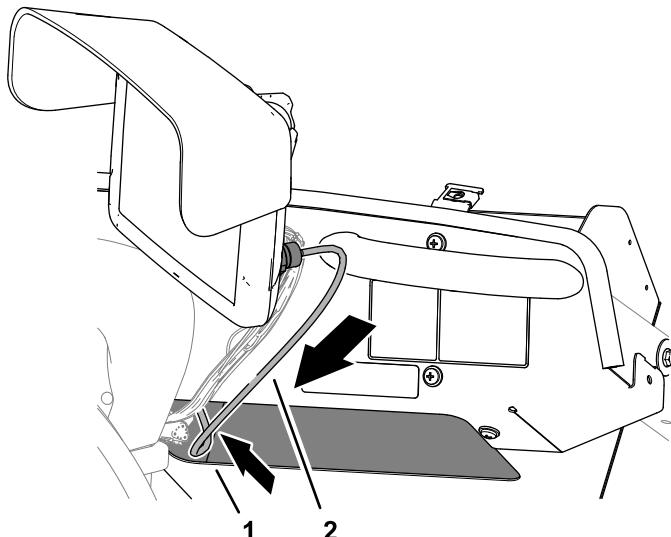

Рисунок 159
1. Проложите кабель передачи данных модема через отделение для хранения (Рисунок 159).